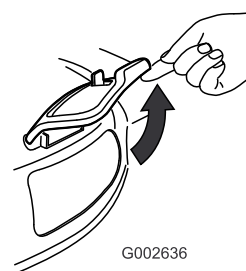

Рисунок 38
2. Поднимите боковую выпускную дверцу, чтобы открыть ее (Рисунок 38).